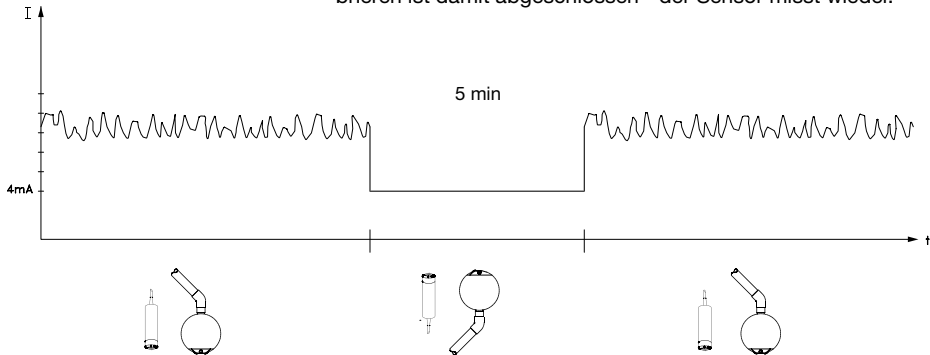

Abb. 15: Verlauf des Mess-Signals vom DO-Sensor - vor, während und nach dem Kalibrieren
- ▶ zum Kalibrieren den Sensor in atmosphärischer Luft nach oben halten (siehe Abb. 15). Während dieser Phase gibt der Sensor ein 4 mA-Signal aus, und der DULCOMETER® D1C zeigt „0“ ppm an. Im Kalibriermenü des DULCOMETER® D1C (Kap. 8) „Kalibrieren O₂ Sensor nach oben“ wird die verbleibende Kalibrierzeit nach unten gezählt.